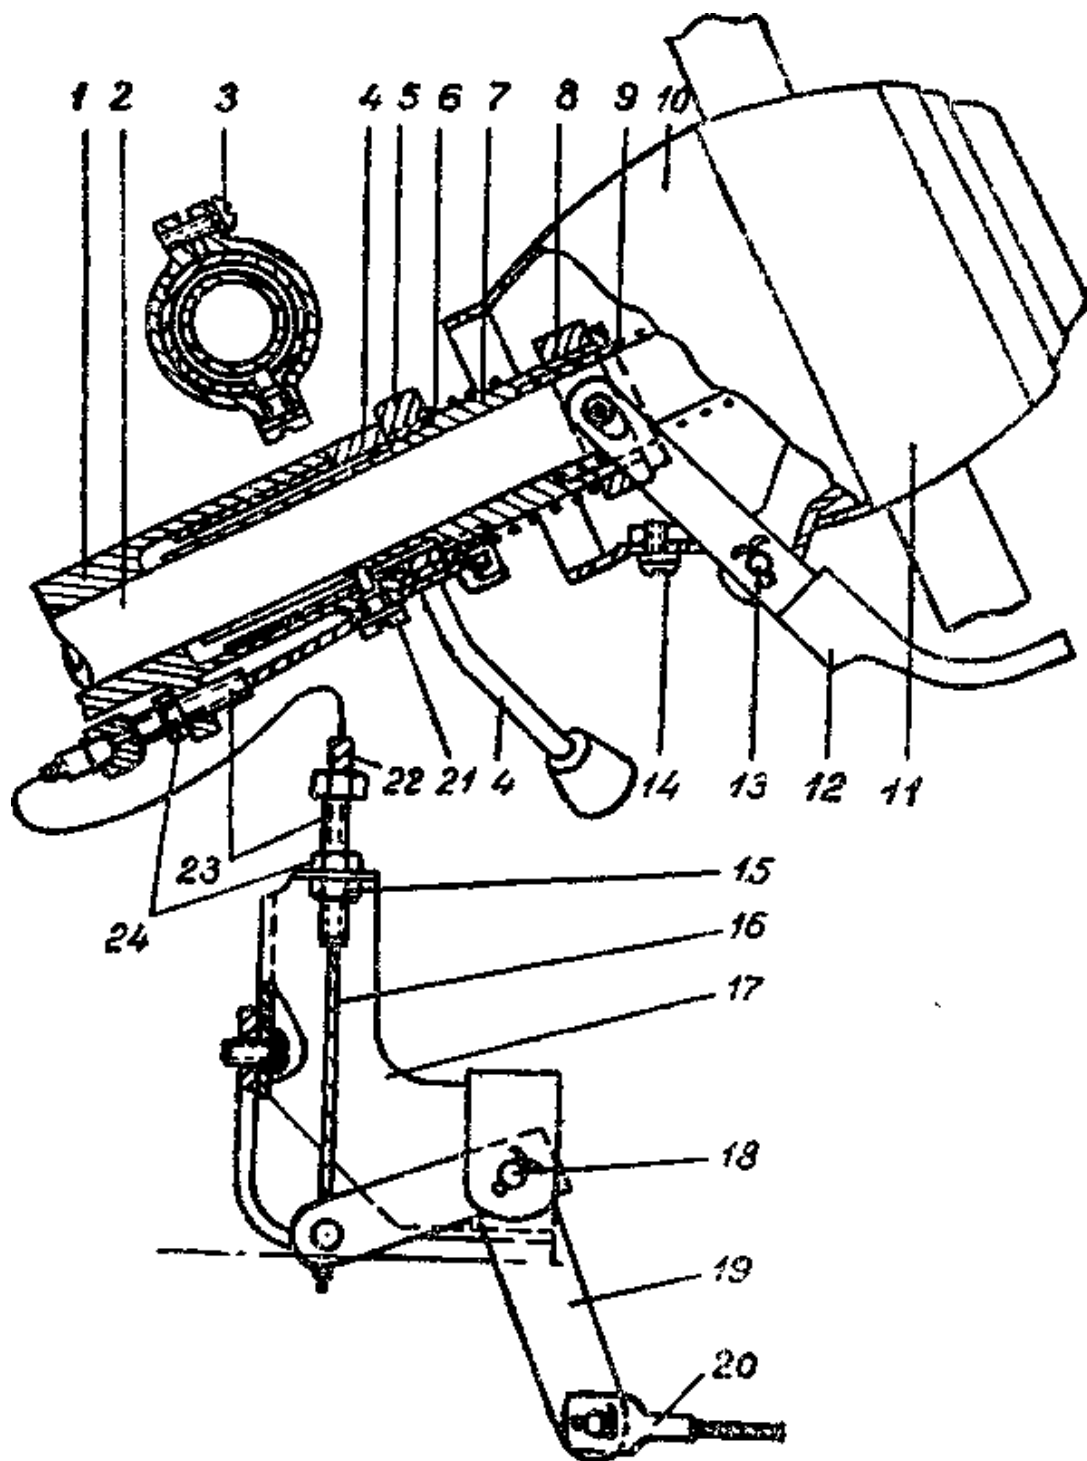

Рис. 103. Привод управления дроссельной заслонкой карбюратора:
Правильно отрегулированный привод управления дроссельной заслонкой карбюратора обеспечивает полное открытие заслонки при нажатии до отказа на сектор 12 (рис. 103) и прикрытие заслонки при отпущенном секторе
3. Проверьте натяжение троса 16 (рис. 103), для чего нажмите большим пальцем руки на рычаг 19 в то место, где подсоединен наконечник троса 20. При этом вертикальное плечо рычага должно находиться вертикально или несколько наклонно в сторону троса 20.